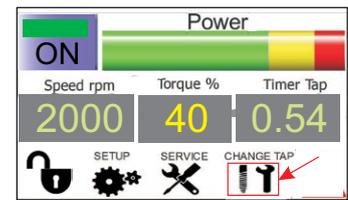

FIG. 14
- Sulla schermata principale del pannello, premere tasto **CHANGE TAP** (FIG. 14).
- Cliccare nuovamente su CHANGE TAP (FIG. 14);
- Premere il tasto OFF sul touch screen per riaccendere la macchina (ON).